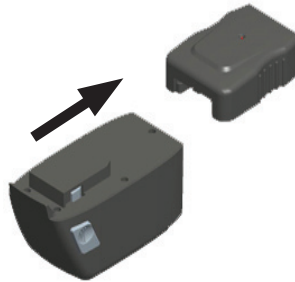

Figura 4 -Quite el cargador
4. Desenchufe el cargador. Quite el cargador deslizándolo hacia afuera (Vea la Figura 4).